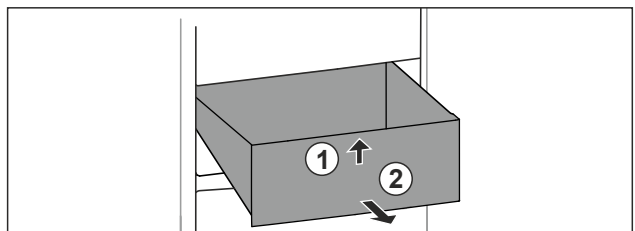

Fig. 21
- ▶ Приподнимите выдвижной ящик спереди. Fig. 21 (1)
- ▶ Извлеките выдвижной ящик движением вперед. Fig. 21 (2)